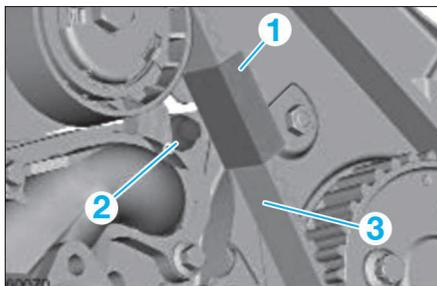

FIG. 24
- Positionner la carte laminée (1) entre la courroie de distribution (3) et la vis de fixation supérieure de la pompe à eau (2) (Fig.24)